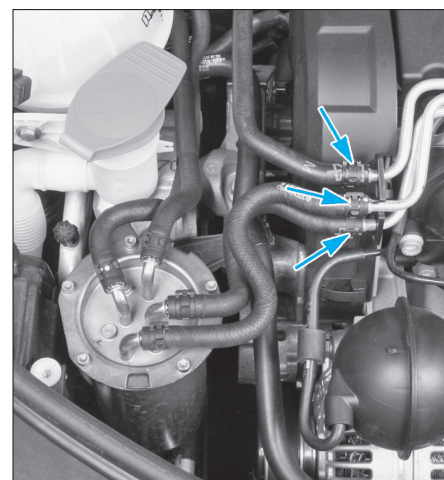

Fig. 12
- Débrancher les canalisations d'alimentation et de retour de carburant afin de les dégager du carter supérieur de distribution ainsi que celle de liquide de refroidissement (Fig.12). Obtenir les orifices à l'aide de bouchons appropriés.